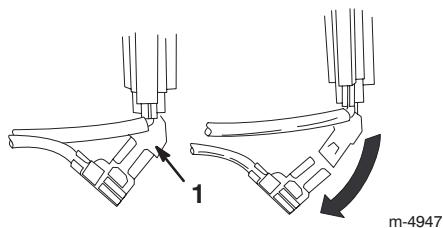

Figure 20
- Débranchez le clip du fil de terre vert sous le starter (Fig. 20).